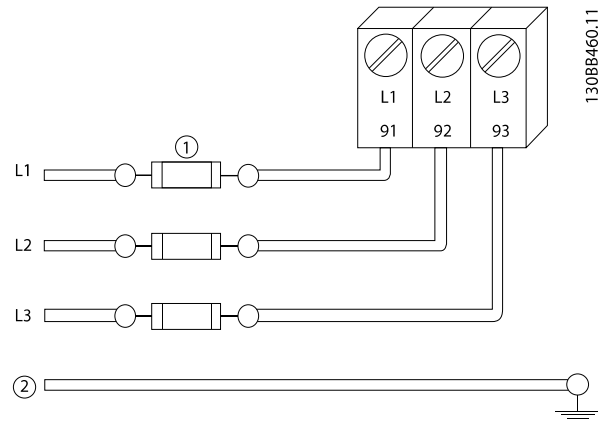

Ilustración 2.6 Fusibles del convertidor de frecuencia
- Todos los convertidores de frecuencia deben contar con protección contra cortocircuitos y sobreintensidad. Se necesitan fusibles de entrada para proporcionar esta protección. Consulte *Ilustración 2.6*. Si no vienen instalados de fábrica,